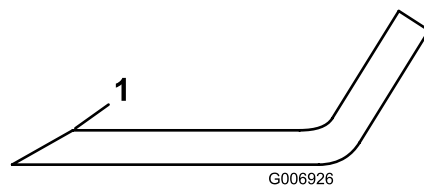

Figura 75
- Inspectai muchiile de tăiere ale tuturor lamelor. Ascuie muchiile de tăiere dacă sunt tocite sau ciobite, ascuu doar partea superioară a muchiei de tăiere i menineți unghiul de tăiere inițial pentru a asigura ascuirea (Figura 75).